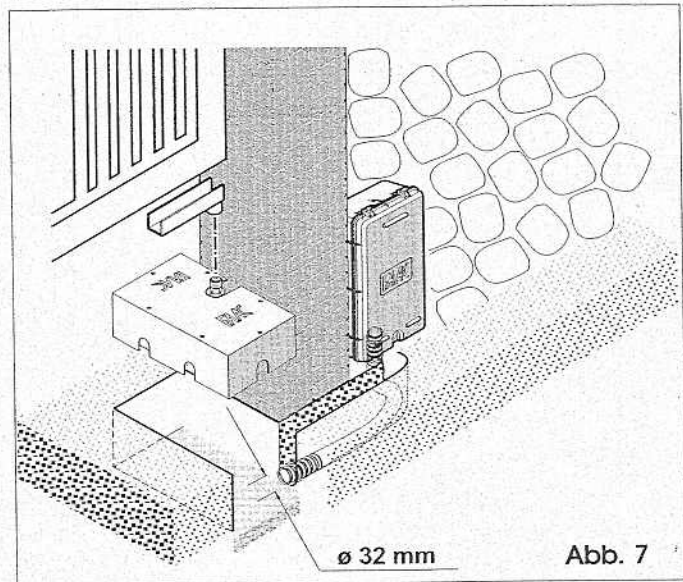

Abb. 7
- 4) Eine PVC-Rohrführung mit 32 mm Durchmesser für die Kupferrohre bis zur Hydrauliksteuerung verlegen (Abb. 7).
NB: Zur korrekten Verlegung der Rohre das Schutzgehäuse des Zylinders behelfsweise anbringen (Abb. 7/8).